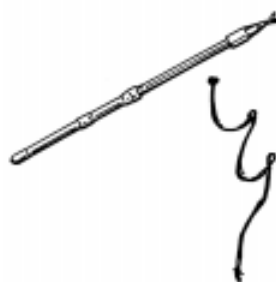

Fig. 40 Fioretto con presa e cordone per messa a terra
- Fioretto con prese e cordone per messa a terra (fig. 40)
- Insulating rod with socket and cord for earthing (fig. 40)